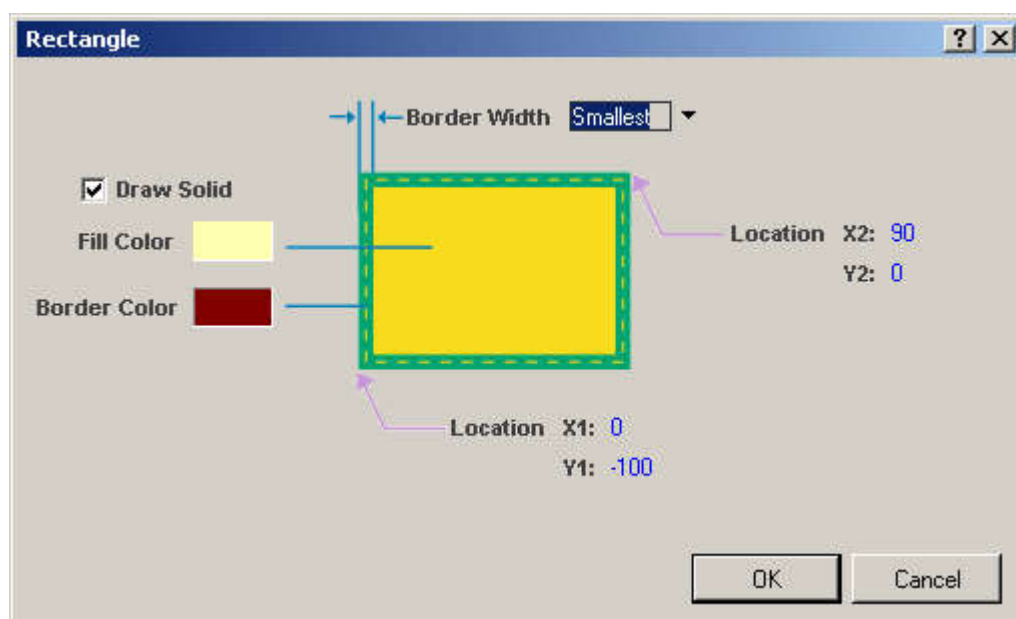

Рисунок 17 – Настройка параметров прямоугольника
4. Сделаем двойной щелчек левой кнопкой мыши на символе микросхемы, чтобы войти в экран свойств (рисунок 17), удалим галочку Draw solid, Border Widht изменим на Small.